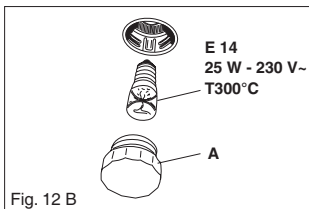

Fig. 12 B
**La lampe four utilisée est de type spécial résistant aux températures élevées. Afin de pouvoir la remplacer démonter le verre de protection (A) et remplacer la lampe brûlée par une du même type, ensuite remonter le verre de protection (fig 12 B).**